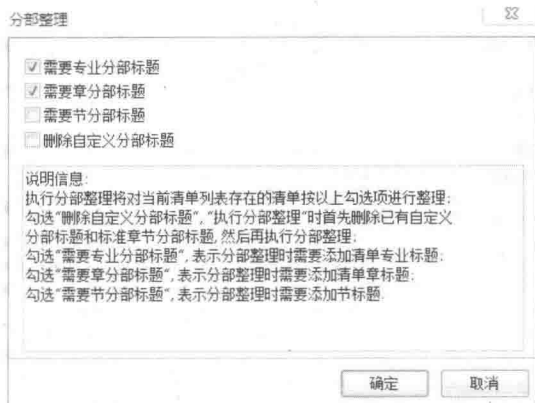

图 2.10 “分部整理”界面
②弹出如图 2.10 所示“分部整理”对话框,选择按专业、章整理,单击“确定”按钮。